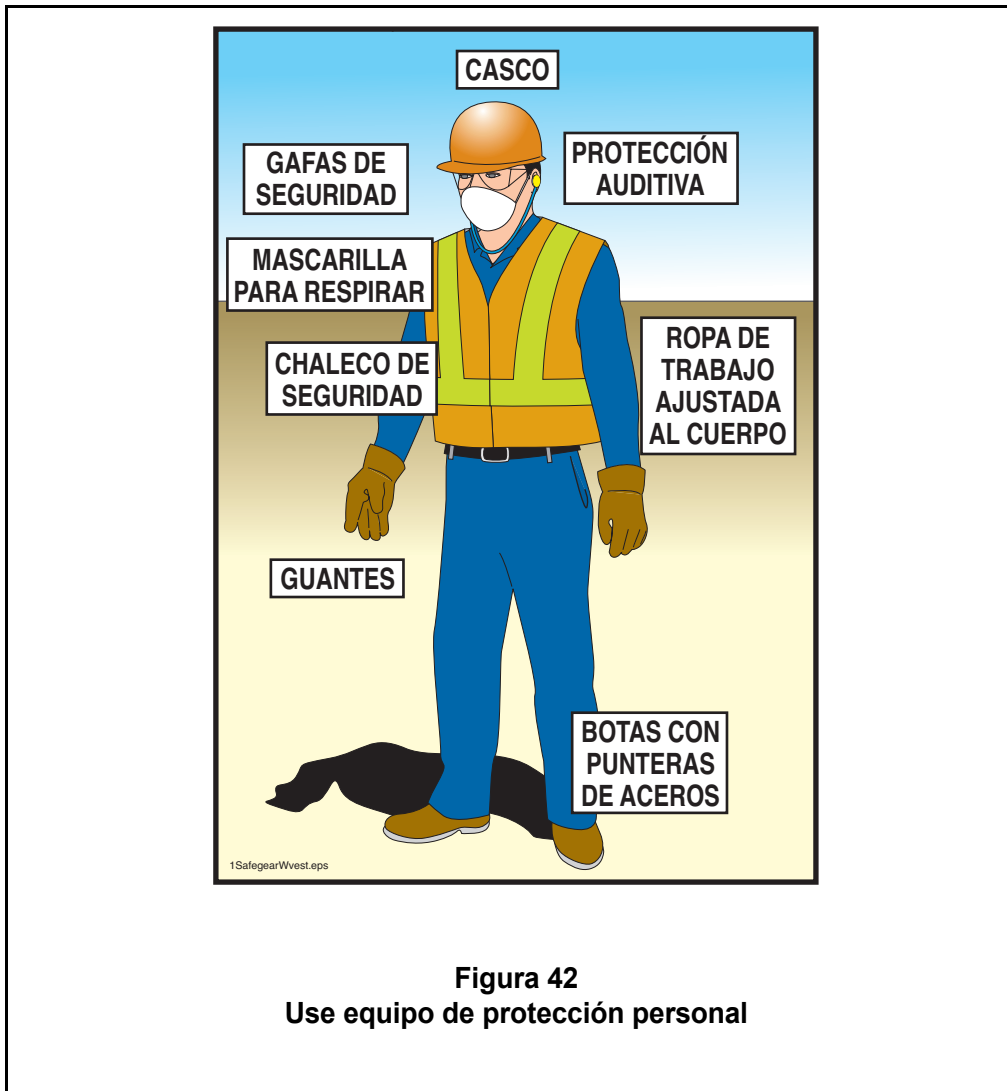

Figura 42
- El concreto está hecho de cal, que es muy alcalina. Si permanece sobre la piel el tiempo suficiente, causará quemaduras graves, y en casos extremos simplemente se caerá la piel afectada. Por este motivo, siempre debe usar botas de trabajo y guantes resistentes al agua, y si estará trabajando EN el concreto, use guantes y botas IMPERMEABLES. En ambos casos las botas deben tener punteras de acero. Hay botas fabricadas especialmente para trabajo con concreto que protegerán sus pies de la cal y golpes accidentales (Figura 42).